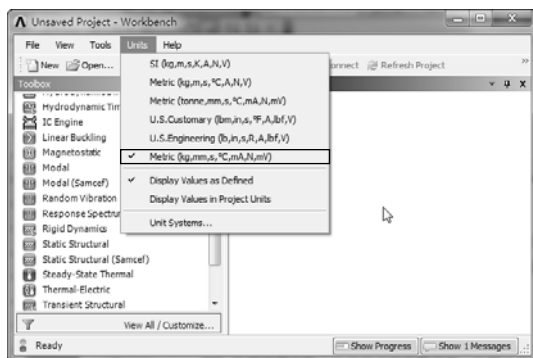

图 5-59 设置分析单位
2) 选择【Units】|【Metric (kg,mm.s,°C,mA,N,mV)】命令, 设置分析单位, 如图 5-59 所示。